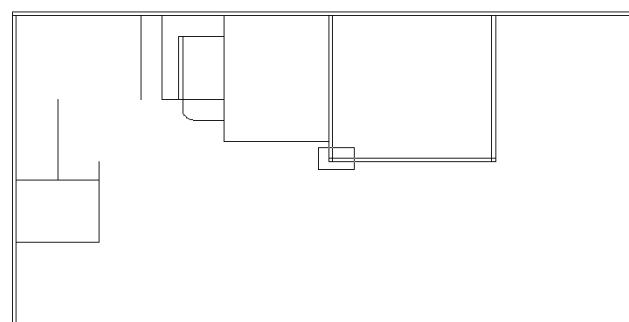

Рис. 4.28 ▼ Определение фрагмента чертежа для увеличения с помощью рамки масштабирования
- Используя инструмент **Окно зумирования** (Zoom Window) (введите в командной строке **по** (Z)), охватите рамкой масштабирования левый нижний угол контура парты, как показано на рис. 4.28. (Для перехода в режим рамки масштабирования нужно щелкнуть примерно в том месте, где находится левый верхний угол показанной на рис. 4.28 рамки.) Как только вы, задав размер рамки, щелкните мышью, AutoCAD уменьшит масштаб так, чтобы заданный фрагмент чертежа занял всю область черчения.